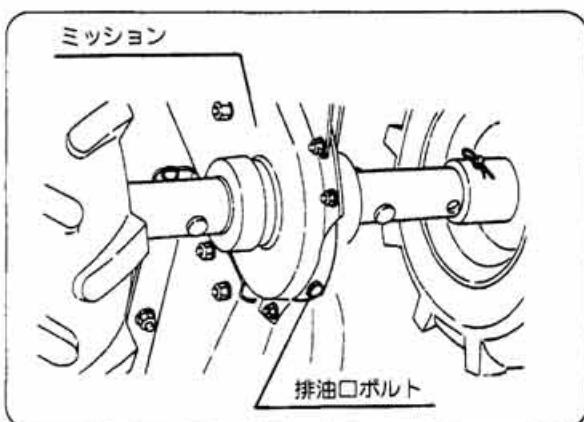

図36
- ①注油栓を取外してください。
- ②ミッションケース下部にある排油口ボルトを取外して汚れたオイルを流し出してください。(図36)
- ③給油口からミッションオイルをゆっくり給油してください。